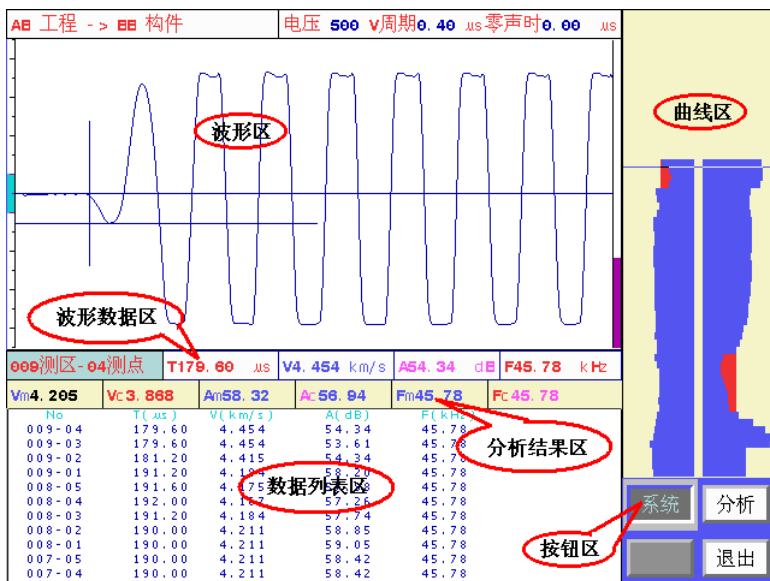

图 4.3 测试界面
当您在图 4.1 所示的工程参数界面中设置完所有工程参数后就可以按**采样**键或**测试**按钮，进入图 4.3 所示的测试界面。测试界面分为：波形区、波形数据区、曲线区、数据列表区、分析结果区、按钮区六部分。在界面的顶部会显示当前工程、当前构件及采样参数（发射电压、采样周期及零声时）等信息。
- 1) 在图 4.3 所示的测试界面按【采样】键进行采样，此时仪器激励发射换能器发射超声脉冲（换能器有响声），仪器自动调整接收信号，在波形区上显示调整好的波形，并进行动态刷新。
如果已经测完了当前构件，则在测试界面（如图 4.3 所示）按分析按钮，可进入分析处理界面，如图 4.6 所示，对已测数据依照《测缺规程》第 6.3 节进行处理。